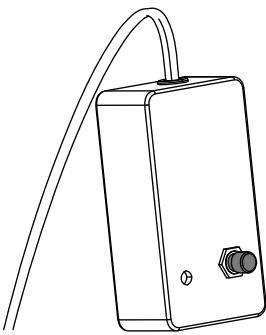

Figure 48
- Appuyez sur le bouton de TEST du testeur Zap-Alert (Figure 48).